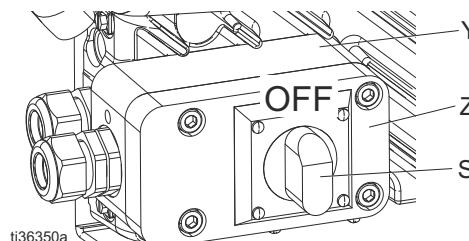

FIG. 2: Strömbrytare
- Ta med sladden till enheten och ta bort de fyra skruvarna för att separera kopplingsboxens kåpa (Z) med strömbrytaren (S) från kopplingsboxen (Y). Se FIG. 2.